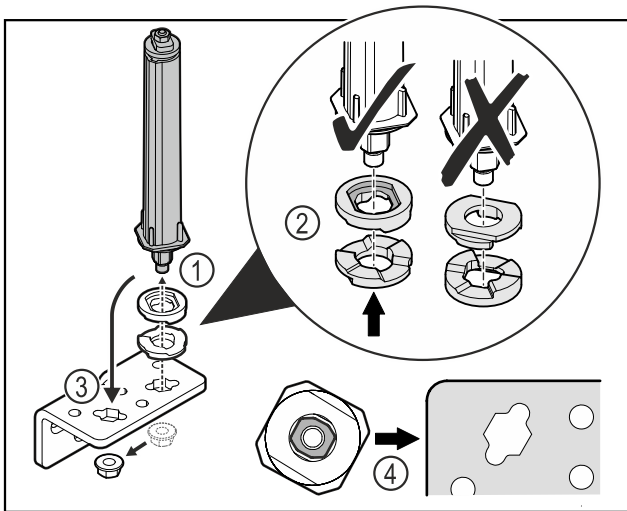

Fig. 32
- ▶ Povolte matici a odstraňte uzavírací systém dvířek Fig. 32 (1).
- ▶ Dbejte na správné vyrovnání výškově stavitelných podložek Fig. 32 (2).
- ▶ Přesaďte uzavírací systém dvířek v úhelníku závěsu a upevněte jej maticí Fig. 32 (3).
- ▶ Při nasazování dbejte na správné vyrovnání uzavíracího systému dvířek Fig. 32 (4).